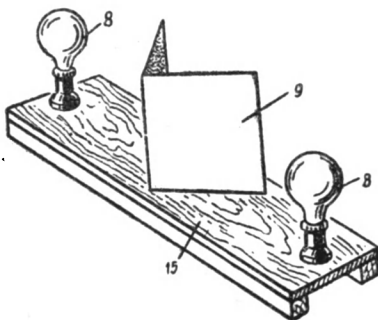

Рис. 24. Осветитель.
Мы соберем его на отдельной площадке, а затем вставим внутрь корпуса стереоскопа. Рис. 24 поясняет подробности устройства осветителя. Площадку (15) выпилите из фанеры и снизу по ее краям для жесткости прибейте бруски сечением 20×20 мм. На концах площадки поставьте два патрона для электроламп